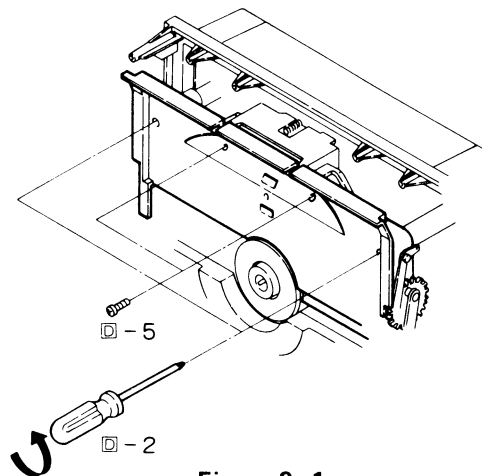

Figure 9-1
2. Push the door open button to open the player door, loosen two screws at the player mechanism and take the mechanism off. See Fig. 9-1.
5. Remove two screws from the player mechanism side B cover, and take the cover off. See Fig. 9-1.
2. Die Öffnungstaste (PLAYER OPEN/CLOSE) zur Öffnung der Plattenspielerklappe drücken, die beiden Schrauben des Plattenspielermechanismus entfernen und den Mechanismus herausnehmen. Siehe Abbildung 9-1.
5. Die beiden Schrauben von der Plattenspielermechanismus-seite B entfernen und die Abdeckung abnehmen. Siehe Abbildung 9-1.
2. Appuyer sur le bouton d'ouverture de la porte pour ouvrir la porte du tourne-disques, desserrer les deux vis du mécanisme du tourne-disques, et retirer le mécanisme. Voir la Fig. 9-1.
5. Enlever les deux vis du couvercle de la face B du mécanisme du tourne-disques, et retirer le couvercle. Voir la Fig. 9-1.